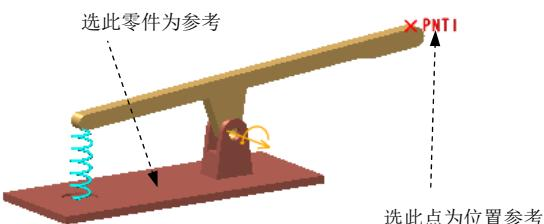

图 6.6.4 选取参考对象
(2) 定义分析类型。在 **类型** 下拉列表中选择 **力平衡** 选项。
(3) 定义测力计。
① 选择命令。在“分析定义”对话框中单击“创建测力计锁定”按钮 .
② 定义位置参考。在机构中选取图 6.6.4 所示的点为位置参考。
③ 定义方向。在机构中选取图 6.6.4 所示的零件为参考，在输入框中输入 X 分量 0，单击 按钮；输入 Y 分量 0，单击 按钮；输入 Z 分量 1，